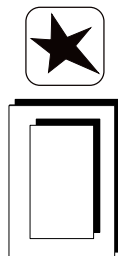

Fig. 3.2
2. Avvicinare una fiamma al bruciatore. Nei modelli provvisti di accensione elettrica premere il pulsante di accensione (Fig. 3.2).